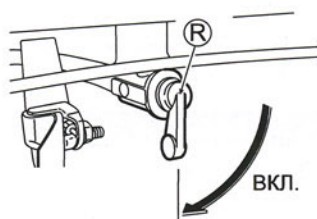

Рис. 4.
- 2 Установите топливный кран (R) в положение "ON". (См. рис. 4.)